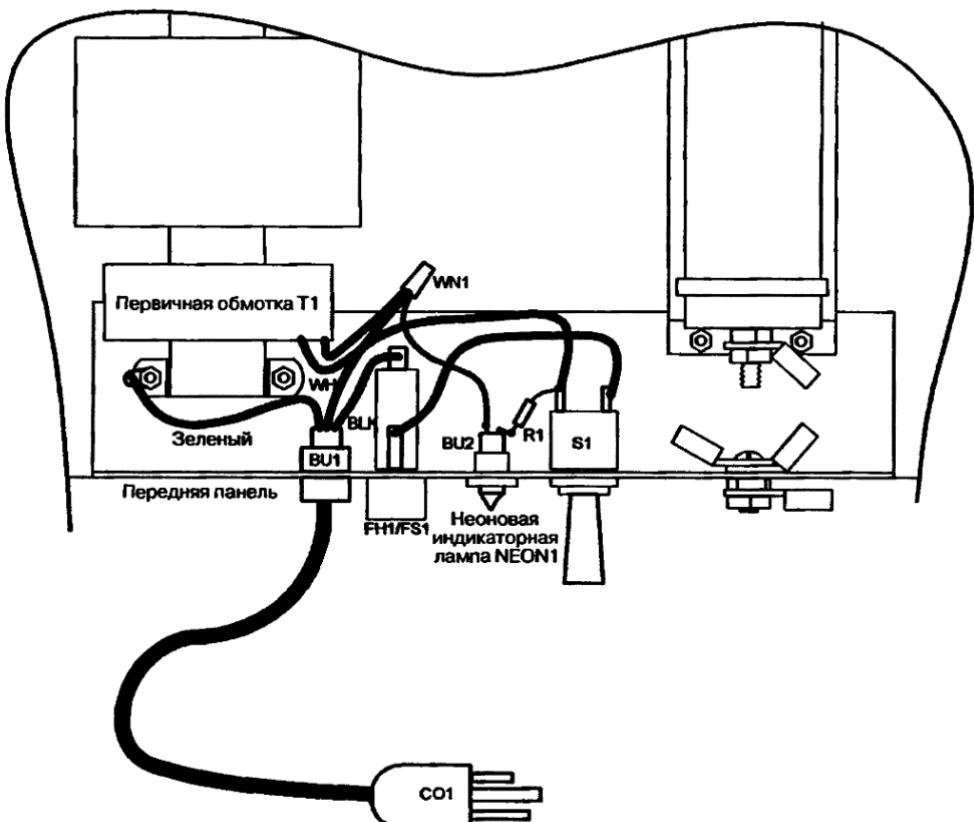

Рис. 14.15. Низковольтные соединения на нижнем основании
15. Соберите PANEL1 и выполните соединения входной секции 115 В переменного тока, как показано на рис. 14.15. Очень важно проверить правильное заземление зеленого (третьего) провода шнуря питания CO1, который электрически соединен с корпусом T1, секции PANEL1 и проводом заземления вторичной катушки.